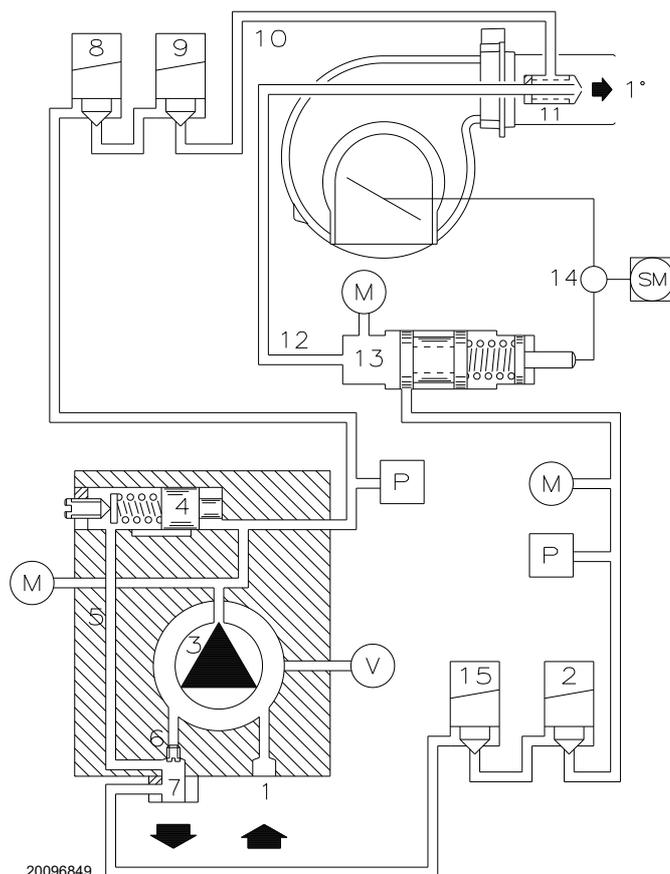

Fig. 30
Elles sont installées sur le brûleur avec la dérivation fermée par la vis 6)(Fig. 30).
- La pompe 3)(Fig. 30) aspire le combustible du réservoir à travers le conduit 1) et le pousse sous pression en refoulement.
Légende (Fig. 30)